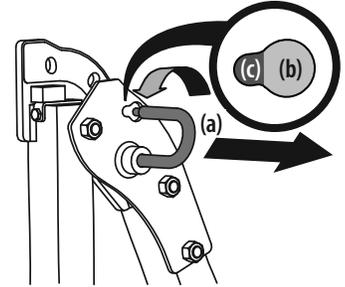

Figura 4
2. tire ligeramente hacia arriba del ROPS superior para aliviar cualquier tensión sobre la chaveta de cierre (a) y gire la chaveta de cierre (a) de la posición TRABADA (b) a la posición AJUSTE (c). Repita el procedimiento para la chaveta de cierre del lado opuesto. Consulte la Figura 4.